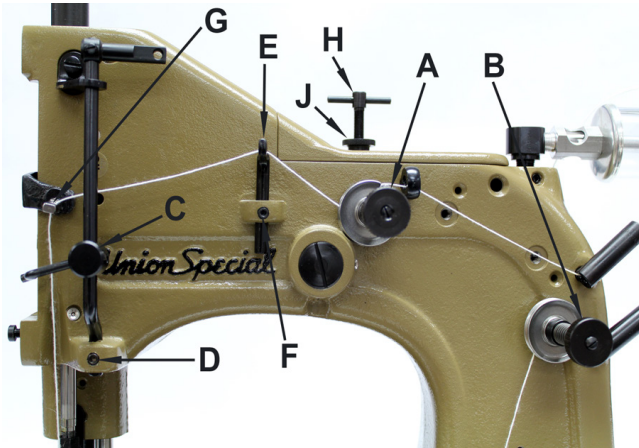

Fig.10
Rotate the pulley until the feed dog is below the throat plate. Remove the face cover left on machine arm and turn out the T-screw (H, Fig. 10) on the top of the machine arm, until it does not exert any pressure on the leaf springs. In this position, the pressure exerted on the presser foot, should be just strong enough to keep it flat on the throat plate. By relocating the collars (A, Fig. 9), which serve as a leaf spring rest, on the left and right presser bar, the pressure can be changed. Raising the collars increases the pressure, lowering the collars decreases the pressure.
Now turn in T-screw (H, Fig. 10) until the necessary presser foot pressure for proper feeding is exerted (determine via sewing tests). Secure this setting with the knurled nut (J), which simultaneously fastens the upper arm cover. Remount the face cover.
The tension (A, Fig. 10) on the needle thread should be fairly strong to produce uniform stitches. On the two thread double locked stitch styles the tension (B) on the looper thread should be barely sufficient to steady it.
Drehen Sie an der Riemenscheibe bis der Transporteur unter der Stichplatte steht. Entfernen Sie den Stirndeckel links am Maschinenarm und drehen Sie die Knebelschraube (H, Fig. 10) oben auf dem Maschinenarm soweit heraus, daß sie nicht mehr auf die Blattfedern drückt. In dieser Stellung soll der Druck auf den Drückfuß gerade noch so stark sein, daß er auf der Stichplatte aufliegt. Durch Verstellen der als Blattfederauflage dienenden Stellringe (A, Fig. 9) auf der linken und rechten Drückfußstange kann der Druck verändert werden. Verstellen der Stellringe nach oben verstärkt, verstellen nach unten verringert den Druck.
Nun drehen Sie die Knebelschraube (H, Fig. 10) soweit ein, daß der zum einwandfreien Transport notwendige Drückfußdruck erzeugt wird (durch Nähversuche ermitteln). Sichern Sie diese Einstellung mit der Rändel-Kontermutter (J), mit der gleichzeitig der obere Armdeckel befestigt wird. Montieren Sie den Stirndeckel wieder.
Die Spannung (A, Fig. 10) auf den Nadelnaden soll so stark sein, daß eine gleichmäßige Stichbildung erreicht wird. Bei den Zweifaden-Doppelkettenstichmaschinen soll die Spannung (B) auf den Greiferfaden ganz gering sein, so daß der Faden gleichmäßig gleitet.
On the two thread double locked stitch styles 80800CN, EN, HN and HAN, the height of the needle thread take-up roller (C, Fig. 10) is set so that the needle thread on the downstroke of the needle just contacts the roll at the time the needle thread loop is released from the looper. Loosen screw (D) and set the needle thread take-up roller accordingly. Retighten screw (D).
On all styles the eyelet (E, Fig. 10) should be positioned so, that the needle thread runs nearly horizontal, parallel to cloth plate, between eyelet (G) on needle bar connection and eyelet (E) on machine arm, when the needle is in its upmost position. Eyelet (E) is secured by screw (F).
Bei den Zweifaden-Doppelkettenstichmaschinen 80800CN, EN, HN und HAN wird die Höhe der Nadelfadenabzugsrolle (C, Fig. 10) so eingestellt, daß der Nadelfaden beim Niedergehen der Nadel die Rolle zu dem Zeitpunkt gerade berührt, wenn die Nadelfadenschlinge vom Greifer freigegeben wird. Lösen Sie die Schraube (D) und stellen Sie die Nadelfadenabzugsrolle (C) entsprechend ein. Ziehen Sie die Schraube (D) wieder an.
Bei allen Maschinen wird die Fadenführung (E, Fig. 10) so eingestellt, daß der Nadelfaden zwischen der Fadenführung (G) am Nadelstangenmitnehmer und der Fadenführung (E) am Maschinenarm etwa waagrecht, parallel zur Stoffplatte verläuft, wenn die Nadel in der obersten Stellung ist. Die Fadenführung (E) wird mit der Schraube (F) befestigt.